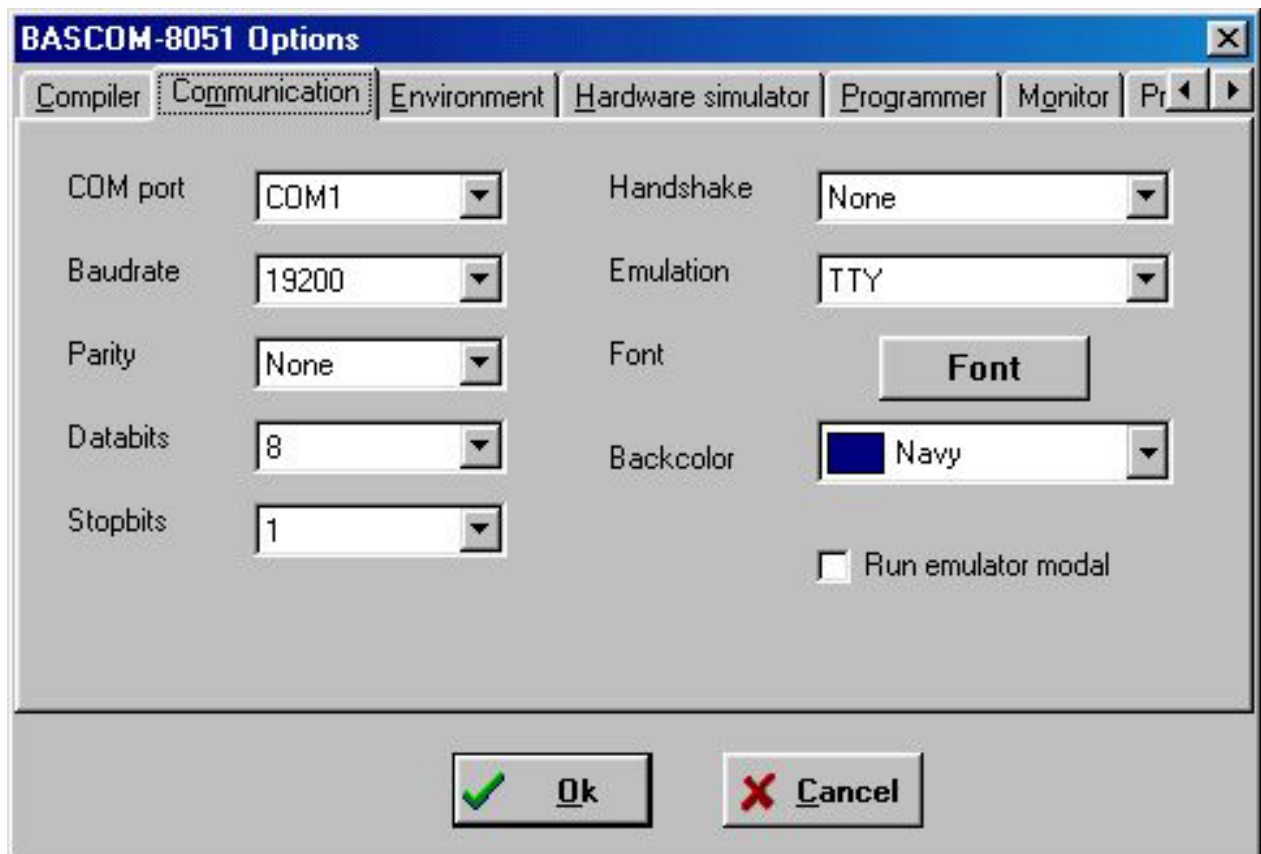

FIGURA 4: CONFIGURAZIONE DELLA SERIALE DEL BASCOM 8051
- Tramite il menu Options | Communications, configurare i parametri della porta seriale come da figura 4, mettendo nella voce COM port il nome della porta seriale del PC alla quale avete collegato la seriale principale della scheda **GPC®**, e premere OK.